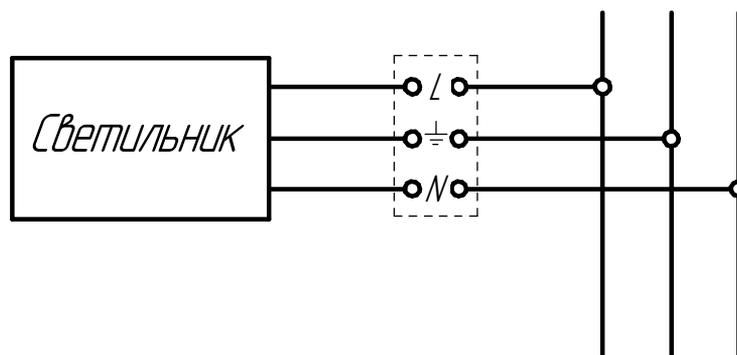

Рисунок 4. Схема подключения светильника к сети.
6.7 Подсоедините светильник к сети согласно рис. 4